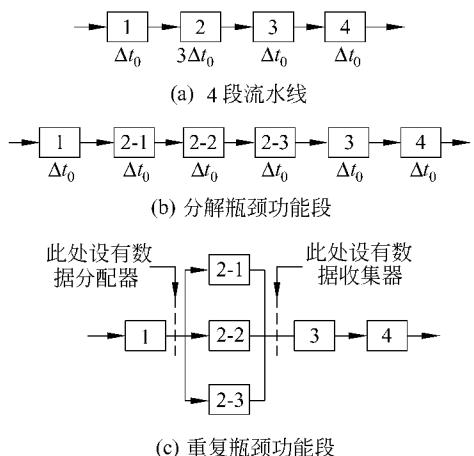

图 3.12 解决流水线瓶颈的方法
(5) 提高吞吐率的方法 主要方法如下。
① 采用快速部件 如快速多位移位线路。
② 改进流水线结构, 解决瓶颈(bottle neck) 流水线中执行时间最长的功能段就是影响流水线吞吐率提高的瓶颈, 解决方法有以下两种。
- 分解瓶颈功能段 就是把瓶颈功能段分解为几个功能段, 如图 3.12(b) 所示。图中的方块表示流水线的功能段, 其中的数字代表着功能段的序号, 其下方为执行时间。原流水线的 2 段为瓶颈, 如图 3.12(a) 所示。图 3.12(b) 表示把瓶颈分解为 3 个串
- 重复瓶颈功能段 如图 3.12(c) 所示。其解决瓶颈的方法是,在 1 号功能段的后面设有数据分配器,负责把连续的 3 个任务分别分配给 2-1、2-2 和 2-3 这 3 个功能段;而在 3 号功能段的前面设有数据收集器,其功能是依次从 2-1、2-2 和 2-3 这 3 个功能段收集它们的处理结果,并分时传送给 3 号功能段。